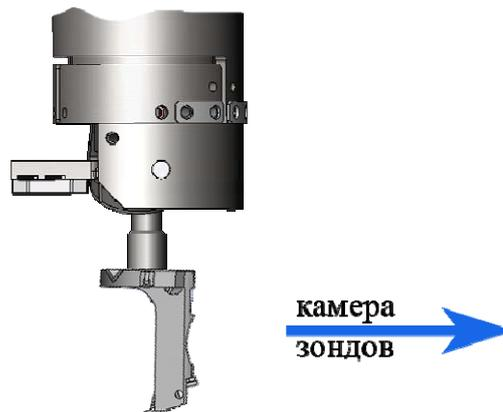

Рис. 11-6
- Поверните зондовую головку на 45° против часовой стрелки с помощью кнопок панели **Rotary PZ drive**. После поворота зондовая головка должна быть повернута в сторону камеры зондов как показано на Рис. 11-6.